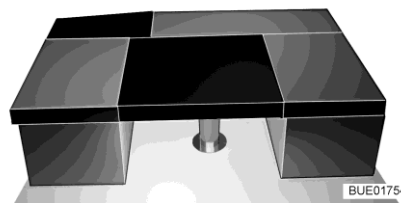

Bild 120 Efter ombyggnaden
- Lägg den rektangulära extra dynan på bordet (mellan sittbänkarnas sittyg, se Bild 120).